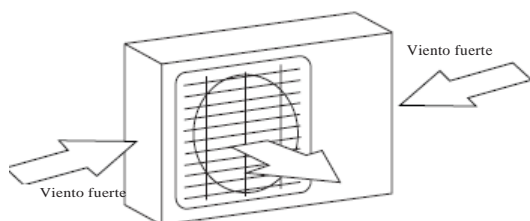

Fig. 5.1
- ☑ Si la ubicación está expuesta a fuertes vientos (por ejemplo, cerca del mar), debe colocar la unidad contra la pared para protegerla del viento. Utilice un toldo en caso de que sea necesario. (Vea las Fig. 5.1 y 5.2)